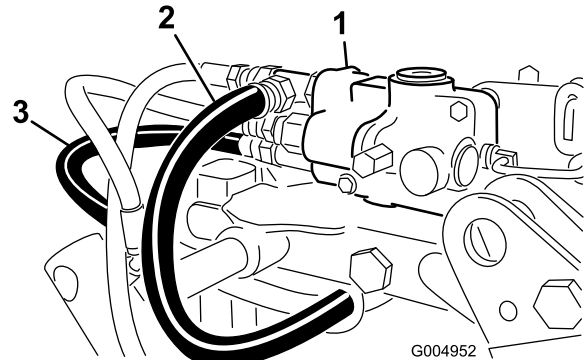

Figura 12
8. Pase los manguitos de presión hidráulica y del depósito hasta la válvula y conéctelos (Figura 12).